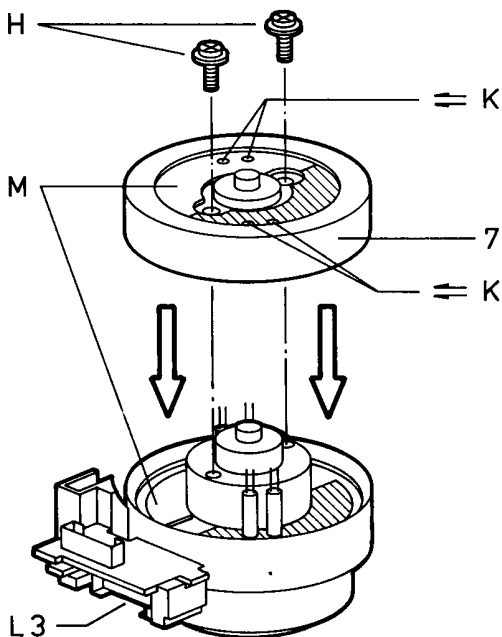

Fig. 12
- Wenn sich nach dem Einbau die weißen Flächen "M" (Fig. 12) nicht decken, erfolgt die Wiedergabe vorher durchgeführter Aufnahmen in Schwarz / Weiß!
- If after reassembly the white areas "M" (Fig. 12) do not coincide earlier recordings on the tape will be reproduced in black and white!
- Remove the earth plate (5).
- Pull off the upper cylinder (7) carefully.
- Einbau: - Kopfscheibe (7) so auf die Antriebsachse stecken, daß sich die weißen Flächen "M" decken (Fig. 12).
- Assembly: - Fit the upper cylinder (7) onto the drive shaft so that the white areas "M" (Fig. 12) coincide.